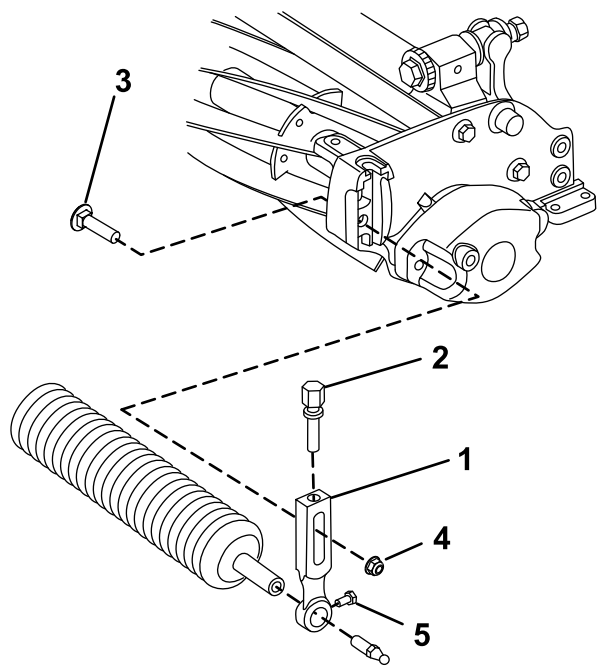

Figura 3
1. Retire el perno avellanado, la tuerca y la contratuerca con arandela prensada que sujetan uno de los brazos de ajuste de la altura de corte a la chapa lateral de la unidad de corte (Figura 3).